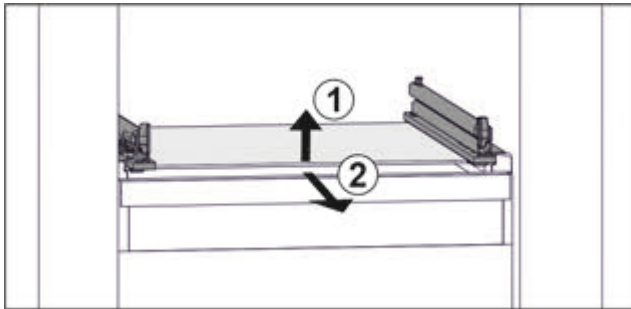

Fig. 106 Приблизне відображення скляної пластини
- ▶ Підняти скляну пластину спереду. Fig. 106 (1)
- ▶ Вийняти скляну пластину рухом вперед. Fig. 106 (2)